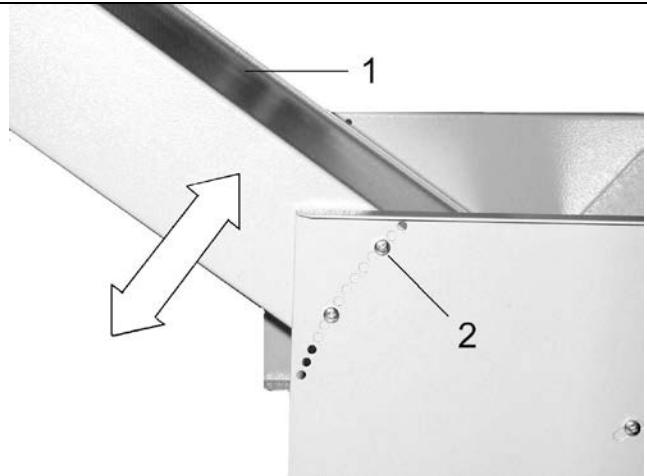

FIG.11
- Act on screws (2 - Figure 11) to adjust the belt conveyor (1- Figure 11) inclination and use the holes drilled on fixing plates.
- régler l'inclinaison de la bande transporteuse (1 - Fig. 11) en agissant sur les vis (2 - Fig. 11) et en utilisant les trous effectués sur les tôles de fixage.
- regular la inclinación de la cinta transportadora (1 - Fig. 11) accionando los tornillos (2 - Fig. 11) y utilizando los agujeros efectuados en las chapas de fijación.
- regolare l'inclinazione del nastro trasportatore (1 - Fig. 11) agendo sulle viti (2 - Fig. 11) e utilizzando i fori eseguiti sulle lamiere di fissaggio.